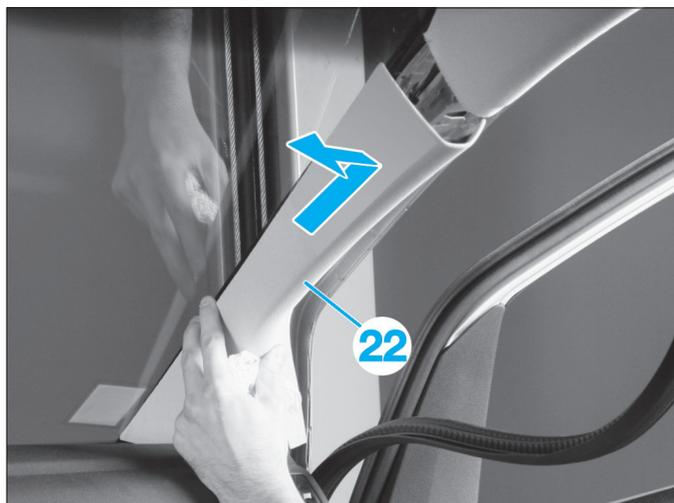

FIG. 31
- Déposer les garnitures (22) des montants de pare-brise. Pour cela, pousser la garniture vers le haut jusqu'en butée puis tirer le haut de la garniture vers l'intérieur pour la dégrafer. Si équipé, débrancher le connecteur du tweeter (Fig.31).